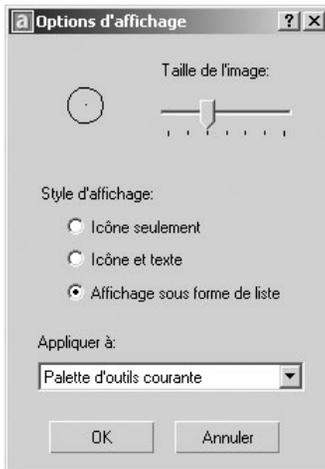

Fig.1.33
- 2 Dans la boîte de dialogue **Options d'affichage** (View Options), cliquez sur l'option d'affichage d'icône que l'on souhaite définir. On peut également modifier la taille des icônes (fig.1.33).